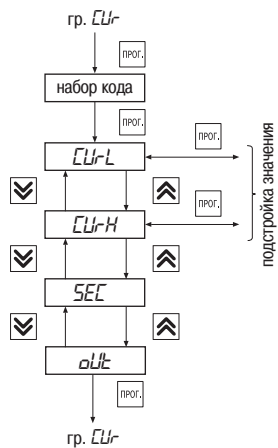

Рис. 22
6.2.2.9. Группа «Cur» предназначена для коррекции нижней и верхней границ выходного тока с токовым выходом 4...20 мА, если он установлен в приборе (рис.22). Код доступа для данной группы «__11».